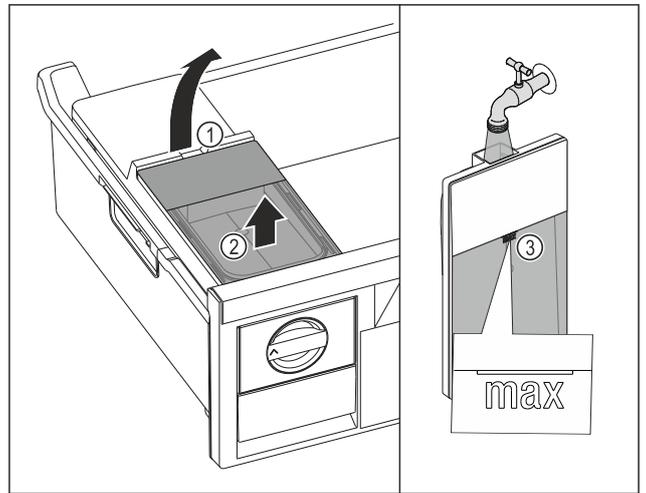

Fig. 56
- ▶ Wassertank an der Aussparung Fig. 56 (1) anheben.
- ▶ Wassertank nach oben entnehmen. Fig. 56 (2)
- ▶ Wassertank bis zur Markierung Fig. 56 (3) mit Trinkwasser befüllen.